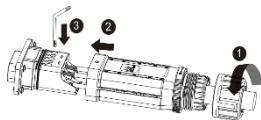
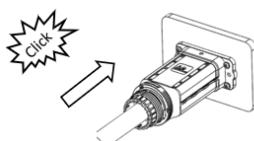

Fig. 11: Tilslut ledninger
Fig. 12: Isæt dækslet
- 1 Før det konfigurerede kabel gennem møtrik og dæksel (fig. 11 pos. 1 & 2), og fastgør iht. ledningernes rækkefølge på kontaktbæreren (fig. 11/pos. 3) med den medfølgende unbrakonøgle [A_3 / 4,0 Nm].
- 2 Træk dækslet (fig. 11, pos. 3) over stikket, så hullet i dækslet er synligt (fig. 12).